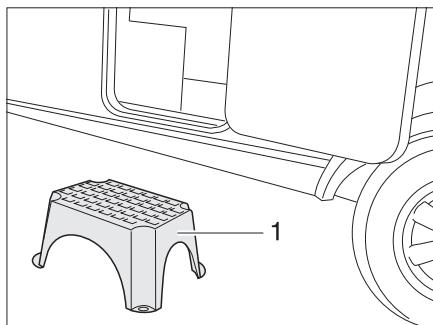

Bild 17 Fotsteg (fristående)
- Ställ fotsteget (Bild 17,1) framför ingången till husvagnen.